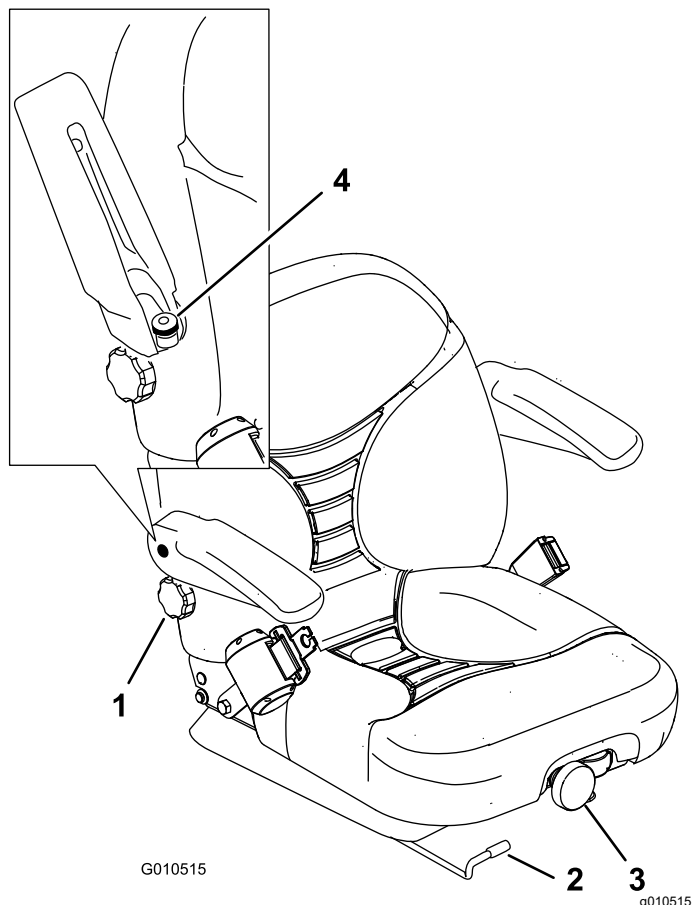

Bild 33
1. Schieben Sie den Hebel zur Seite, um den Sitz zu entriegeln (Bild 33).
Verstellen Sie den Sitz über das Handrad an der Vorderseite solange, bis der gewünschte Komfort erreicht ist (Bild 33).
Drehen Sie zum Verstellen der Rückenlehne den Knopf unter der rechten Armlehne solange in eine Richtung, bis der gewünschte Komfort erreicht ist (Bild 33).
Heben Sie die Armlehne an und drehen Sie das Handrad in eine Richtung, bis der gewünschte Komfort erreicht ist (Bild 33).